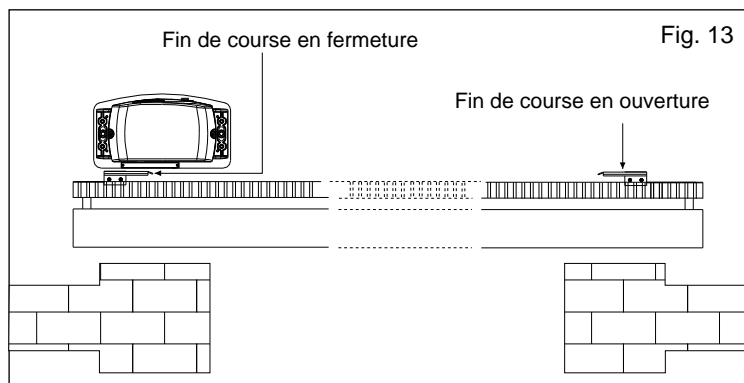

Fig. 13
7.1. Pour l'installation et le réglage du fin de course en ouverture (Fig. 13), il faut suivre les instructions reportées au-dessous:
7.2. Pour l'installation et le réglage du fin de course en fermeture (Fig. 13), suivre les instructions reportées au-dessous: